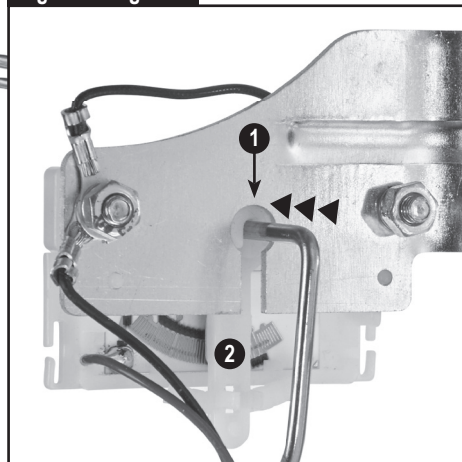

Figure 2 / Figura 2
2. Push on the locking area (circled in Figure 2) to snap the float arm onto the plastic piece of the fuel level sender.
2. Appuyez sur le point de verrouillage (encerclé à la Figure 2) afin que le bras de flotte clique en place avec la pièce de plastique du capteur de niveau d'essence.